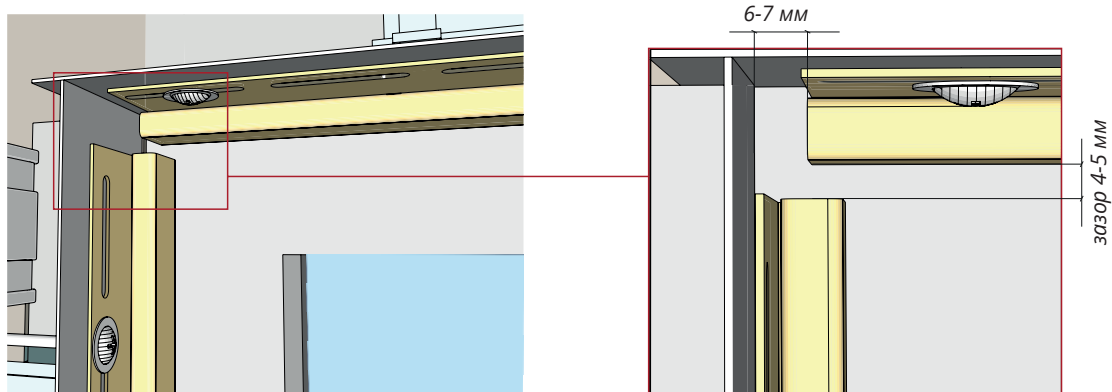
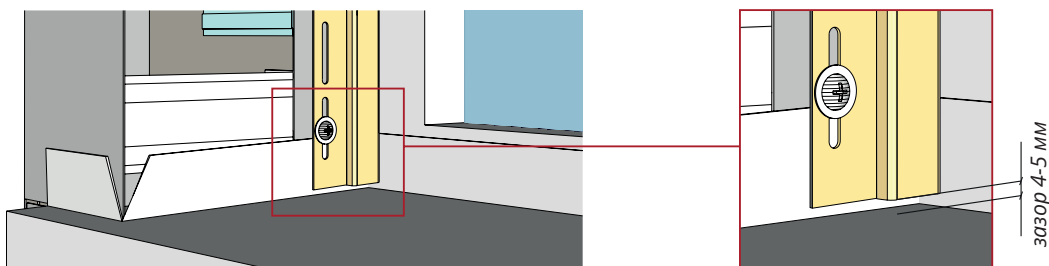

Рисунок 52
Рисунок 53
15.2 Согласно общим правилам монтажа, смонтируйте верхнюю горизонтальную финишную планку с зазором 6-7 мм с обеих сторон (рис. 52). Далее смонтируйте левую и правую финишные планки вертикально с зазором в верхней и нижней части 4-5 мм (рис. 52, 53). В нижней части финишная планка должна быть подрезана параллельно отливу (рис. 53).